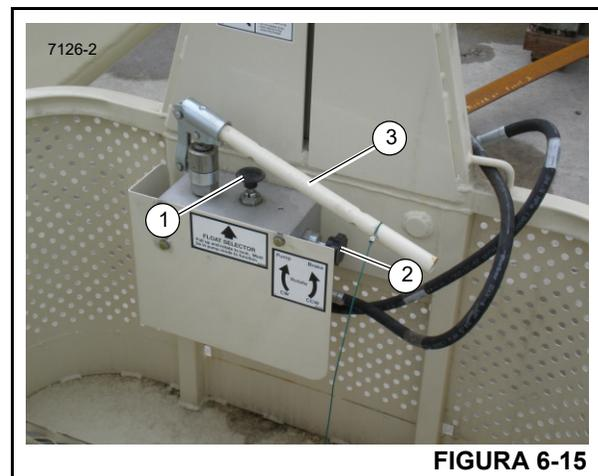

FIGURA 6-15
1. Si la horquilla de la plataforma se eleva más de lo necesario durante la instalación, es posible bajarla tirando *LENTAMENTE* del selector de flotación hacia arriba (1, Figura 6-15). Tenga cuidado al bajar la horquilla de esta manera. Si se tira del selector de flotación (1) hacia afuera demasiado rápidamente, la horquilla bajará a velocidad muy alta.
1. Verifique que el selector de flotación (1, Figura 6-15) esté en la posición hacia arriba y que el selector del freno (2) esté en la posición de sentido horario. Esto permite que la plataforma gire libremente cuando se eleva a la posición de trabajo.
- Después de haber elevado la plataforma a la posición de trabajo, gire el selector de freno (2, Figura 6-15) a la posición en sentido contrahorario para trabar el freno.
Gire el selector del freno (2, Figura 6-15) en sentido contrahorario **inmediatamente** después de haber elevado el conjunto de la horquilla a la altura deseada (paso 2 anterior). El selector del freno deberá hallarse en posición **BLOQUEADA** antes de continuar el trabajo o de usar la plataforma durante el funcionamiento normal.
NOTA: La bomba manual de la plataforma (3, Figura 6-15) no se debe utilizar cuando la grúa está en funcionamiento. La bomba manual es para ser utilizada *solo* cuando se instala la horquilla en la punta de la pluma o del plumín.